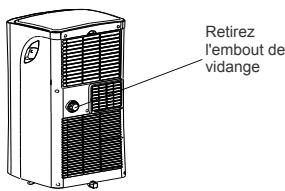

Fig.19
-En mode de déshumidification, retirez l'embout de vidange situé à l'arrière de l'appareil. Vous pouvez installer un boyau d'arrosage de $\frac{3}{4}$ po (1,9 cm) (vendu séparément) au raccord de vidange de l'appareil. Pour les modèles sans raccord de vidange, fixez simplement le tuyau de vidange à l'orifice. Placez l'extrémité ouverte du tuyau directement dans le trou de vidange du plancher de votre sous-sol. Reportez-vous aux fig. 19 et 20.
- Retirez le bouchon de caoutchouc à l'arrière de l'appareil et installez un tuyau sur la sortie de vidange. Placez l'extrémité ouverte du tuyau directement dans le trou de vidange du plancher de votre sous-sol (voir fig.19 et 20).